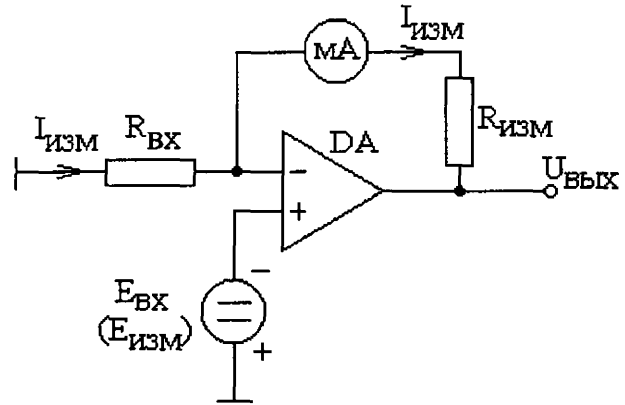
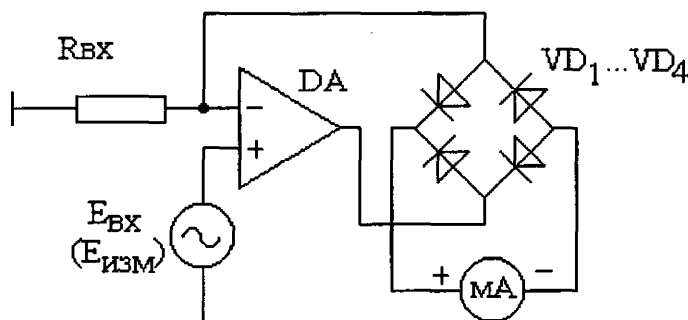

Рис. 2.33. Вольтметр постоянного тока
Рис. 2.34. Вольтметр переменного тока
Значительного увеличения входного сопротивления вольтметра можно добиться, используя ОУ в неинвертирующем включении, рис. 2.33.
При использовании в схеме (рис. 2.33) прибора с нулевой отметкой на середине шкалы полярность измеряемого напряжения может быть любой. При этом стрелка отклоняется вправо или влево в зависимости от знака  $E_{вх}$ .
**Вольтметр переменного тока.** Введя в схему (рис. 2.33) мостовой диодный выпрямитель, можно производить измерение переменного напряжения, рис. 2.34.